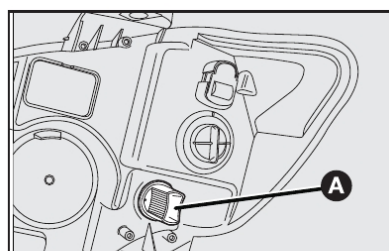

fig. 31
- 1) Retirar o porta-lâmpada **A-fig. 31** girando-o no sentido anti-horário;
- 3) Depois de substituir a lâmpada, recolocar o porta-lâmpada **A-fig. 31** girando-o no sentido horário.